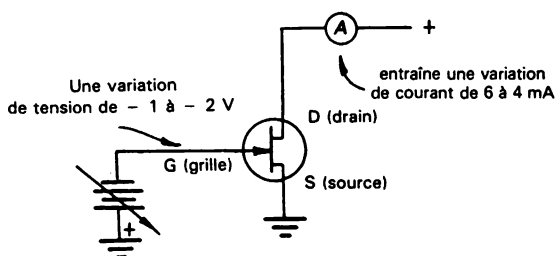

Fig. 39
La figure 39 vous montre un transistor à effet de champ avec ses trois *électrodes*: la *grille* (G) sur laquelle il faut appliquer la *tension de commande*, la *source* (S) et le *drain* (D) à travers lesquels s'écoule le *courant de drain*. Ce courant de drain est lié à la tension d'entrée par la *transconductance* du transistor à effet de champ.